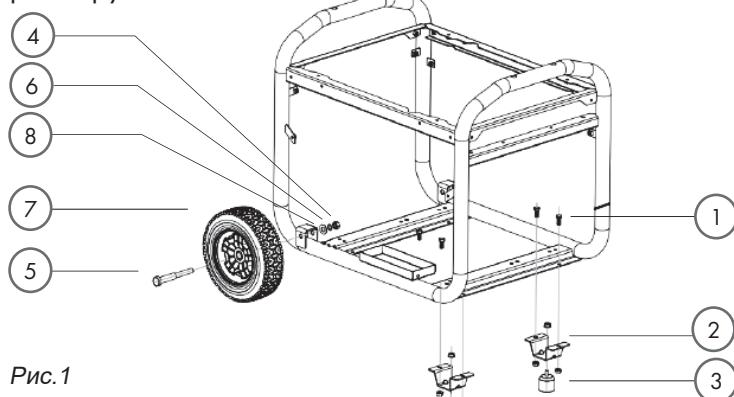

Рис.1
2. Совместить монтажные отверстия кронштейна для ножек (2) (рис. 1) с монтажными отверстиями в корпусе.
3. Вставить по одному болту 8 мм (1) в каждое монтажное отверстие.
4. Установить и вручную затянуть по одной гайке 8 мм (3) на каждом болте.
6. Надежно затянуть все четыре гайки (3).
1. Вставить ось (5) (см. рис. 1) в колесо (7).
2. Вставить ось (5) с колесом (7) в монтажное отверстие в раме.
3. Установить плоскую шайбу диаметром 12 мм (8), а затем пружинную шайбу диаметром 12 мм (6) на торец оси колеса, затем затянуть гайку (4).